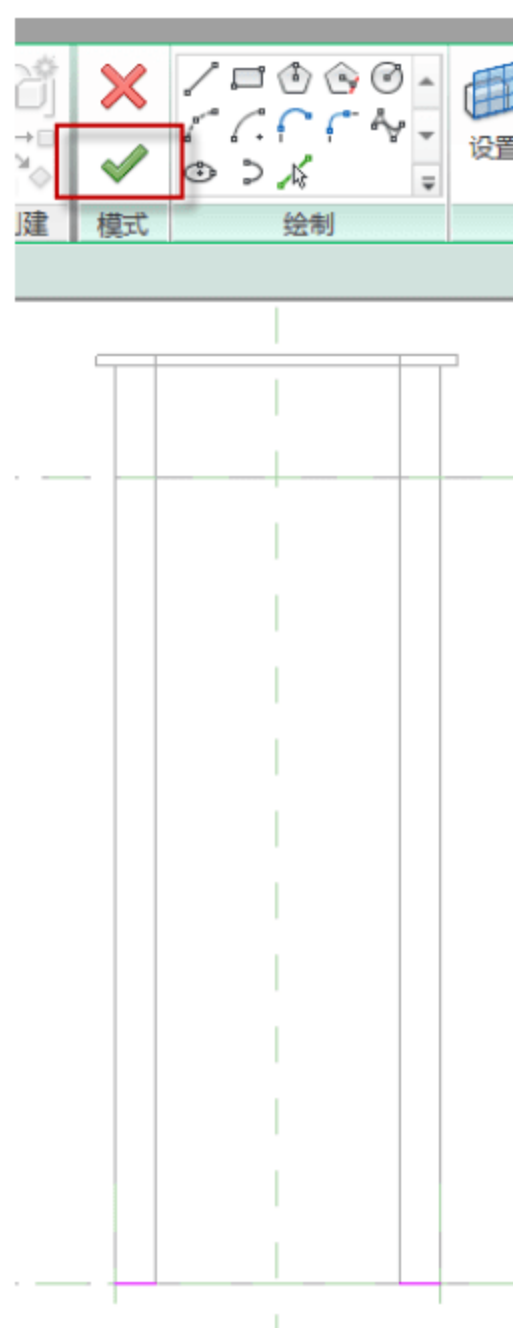

图 12.3.19 完成限制条件的修改
(17) 完成限制条件的修改。进入前立面视图，在上下文关联选项板中单击  $\checkmark$  按钮，如图 12.3.19 所示。